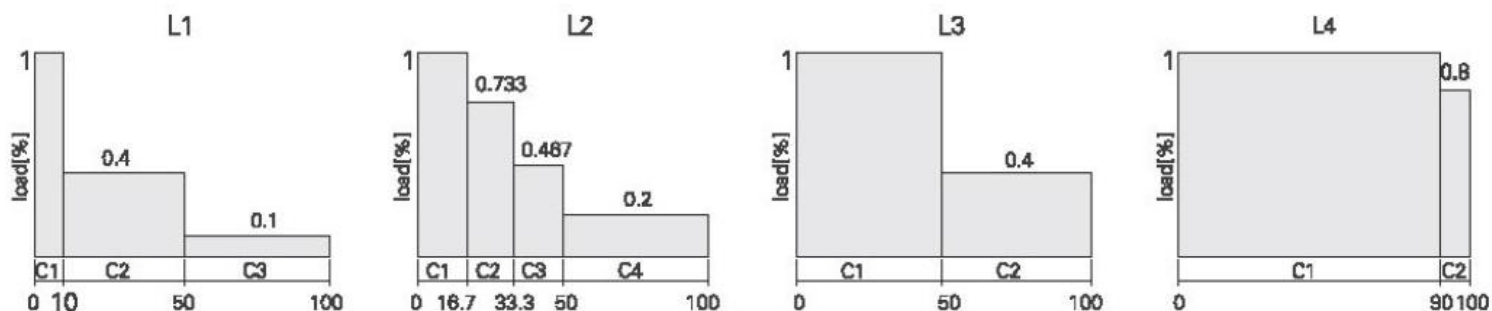

Рис. 10. Диапазон нагрузок для подъемного механизма
6.3. Диапазон нагрузок для подъемного механизма (см. рисунок 10)